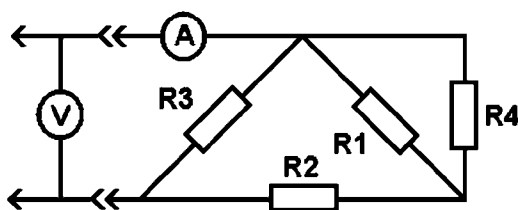

Рис. 1.18. Электрическая схема линейного двухполюсника
1.6. Собрать схему с подключенным линейным двухполюсником из четырех сопротивлений согласно рис. 1.18.
1.10. Собрать схему с подключенным линейным двухполюсником согласно рис. 1.18.